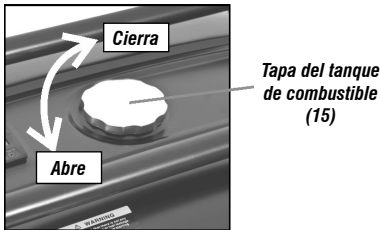

Fig. 10 – Tapa del tanque
- Abra la tapa del tanque (fig. 10);
- Cierre la tapa del tanque (fig. 10).